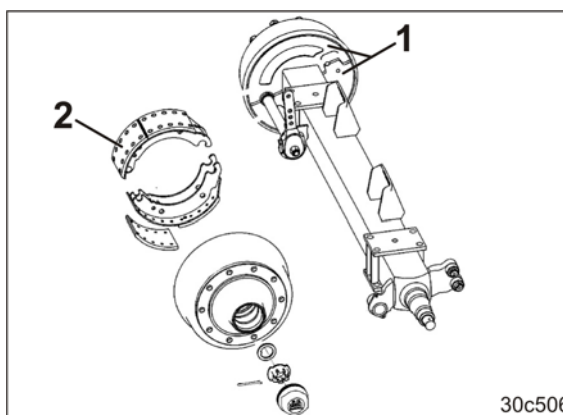

Fig. 289
Indtrængende snavs kan sætte sig på bremsebelægningerne (Fig. 289/2), og det kan medføre væsentligt nedsat bremseevne.
1. Skru de to afskærmninger (Fig. 289/1) af på indersiden af bremsetromlen.